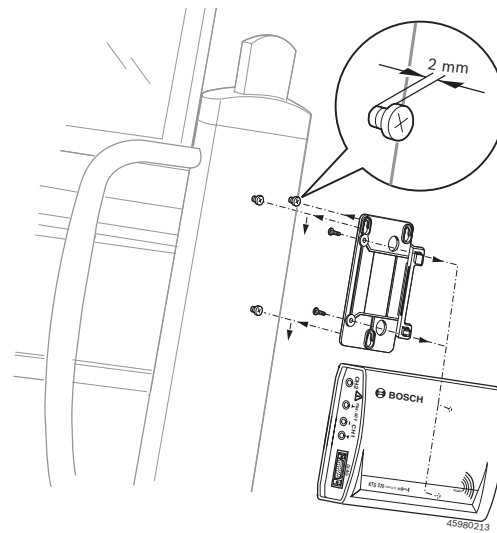

Fig. 4: Montasje av festedel
1. De tre linseskruene som er inkludert i leveransen, skrues fast på Bosch-kjøretøyet (se fig. 4).